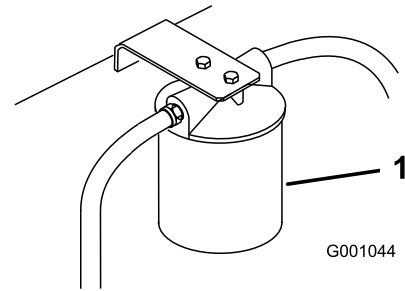

Figura 75
3. Coloque un recipiente bajo el filtro, retire el filtro usado y limpie con un paño la superficie de la junta del adaptador del filtro (Figura 75).